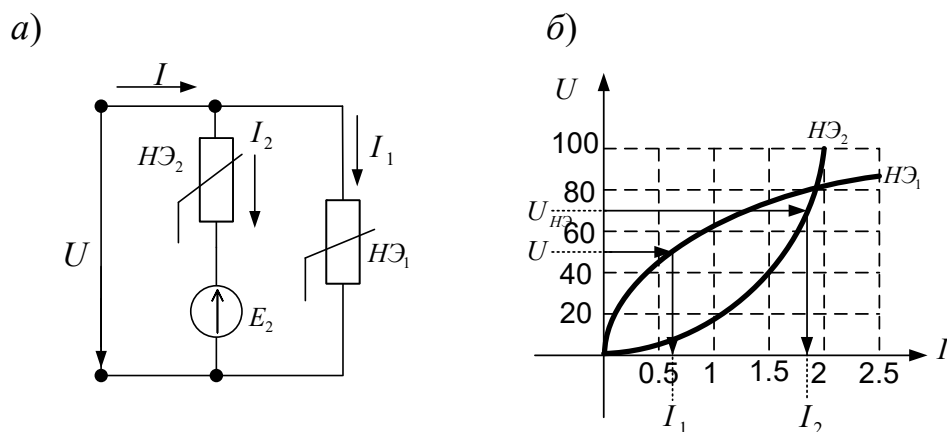

Рисунок 6.2 – Исходные данные к задаче 2
**Задача 2.** Для схемы (рисунок 6.2, а) дано:  $E_2 = -20 \text{ В}$ ,  $U = 50 \text{ В}$ , вольт-амперные характеристики нелинейных элементов представлены на рисунке 6.2, б. Определить все токи.